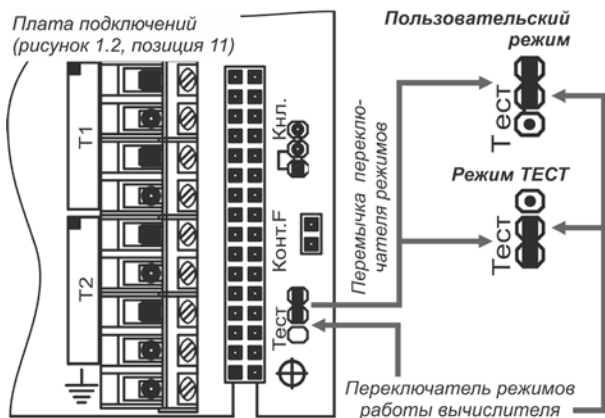

Рисунок 2.4 – Установка режимов работы вычислителя
- перевести вычислитель в режим ТЕСТ, установив переключатель переключателя режима работы вычислителя (рисунок 1.2, позиция 13), в положение ТЕСТ, смотрите рисунок 2.4;